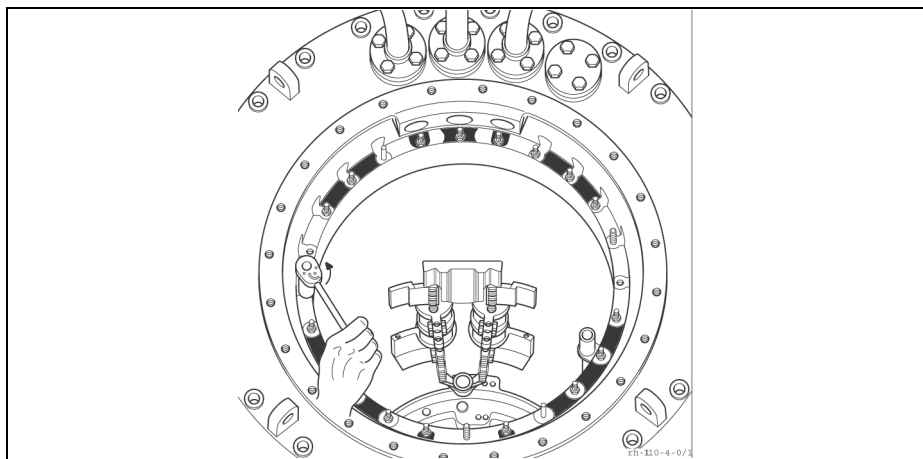

图 21 松开螺栓连接
8. 松开分接开关头中的其余螺栓连接（17 个 M8 螺母，13 号扳手，锁垫），**图 21**。